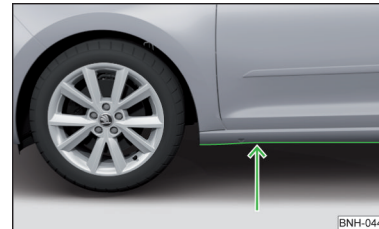

Abb. 108
- Daher vor einer Wasserdurchfahrt die Wassertiefe feststellen. Der Wasserstand darf maximal an die Unterkante des Unterholms reichen » Abb. 108.